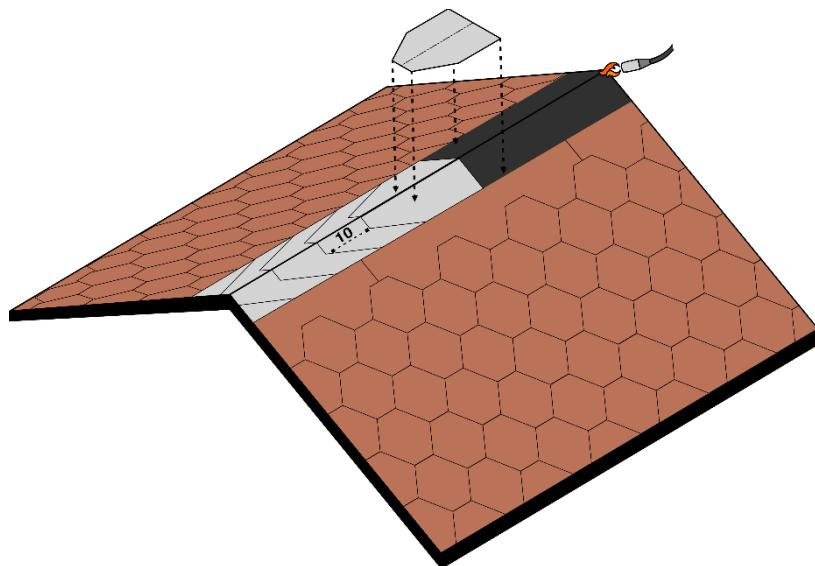

Fig. 19 – Installazione elementi colmo a fiamma
- Applicare sul colmo una fascia di membrana bituminosa Safety EPP a fiamma - Fig. 19.
- Procedere con la posa degli altri elementi colmo in sequenza, lasciando una parte esposta di 10 cm tra un elemento e quello successivo, vedi Fig. 19.